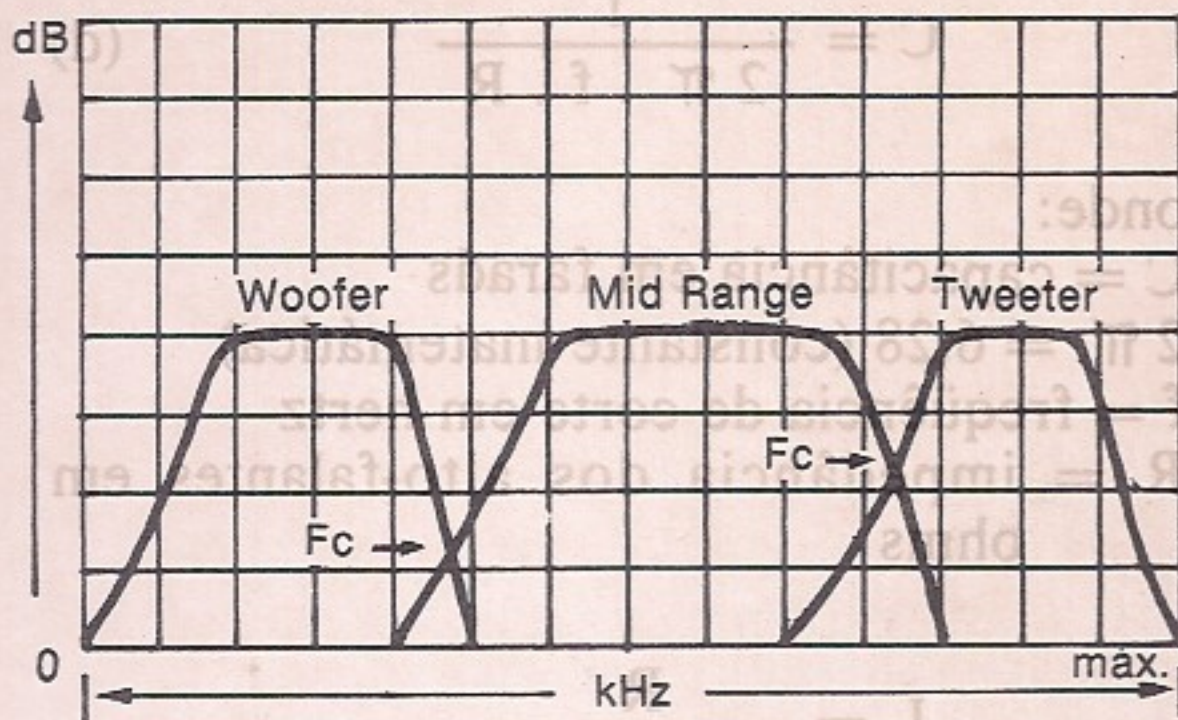

Fig. 7 — Gráfico típico das freqüências de corte do conjunto de 3 alto-falantes usados numa caixa de som comum.
(11) - Freqüência onde a curva de resposta a freqüência apresenta uma queda acentuada no extremo superior da faixa de freqüência da curva. Na prática, freqüência de corte é a freqüência do ponto onde o ponto descendente da curva do woofer cruza com o ramo ascendente do mid, e a parte descendente desse último cruza com a ascendente do tweeter (ver fig. 7).